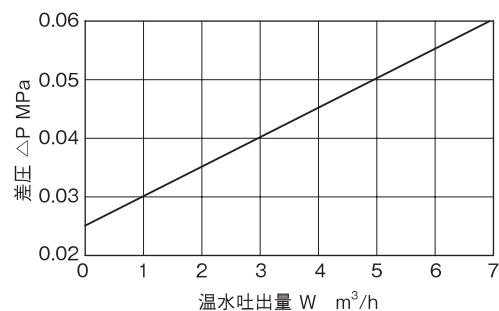

図6 装置前後における必要差圧
- 5.2 温水を本装置の設置階より高層階で使用する場合は、温水使用箇所までの配管抵抗が大きい場合には、図6から装置前後の必要差圧を求めて、給湯圧力を確認してください。
6.2 装置前後の必要差圧（図6参照）